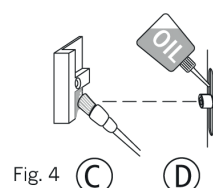

Fig. 4
Beslagsdelarna ska smörjas årligen eller vid behov. Använd vaselin samt annat passande fett på kontaktytorna (se fig. 4,5,6). Glidytan på låskolvarna (D) måste inoljas med en syrafri olja.